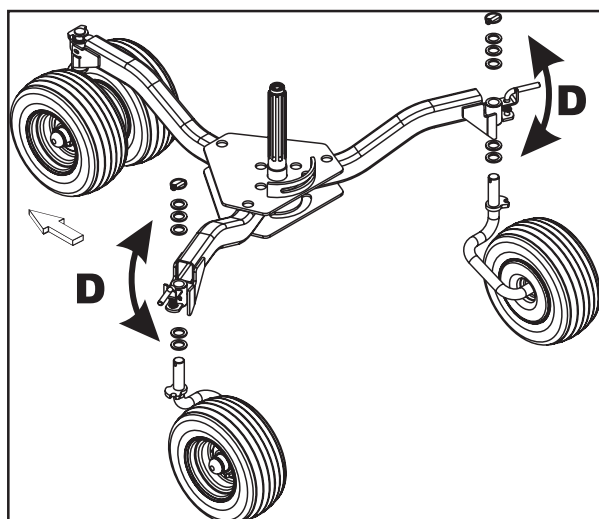

Bild 4-3a
Einstellung (Bild 4-3a):
- Die Neigung der Kreisel wird durch die wahlweise Montage der 5mm Scheiben (D) ober- oder unterseitig der Achsaufnahme eingestellt (Bild 4-3a).